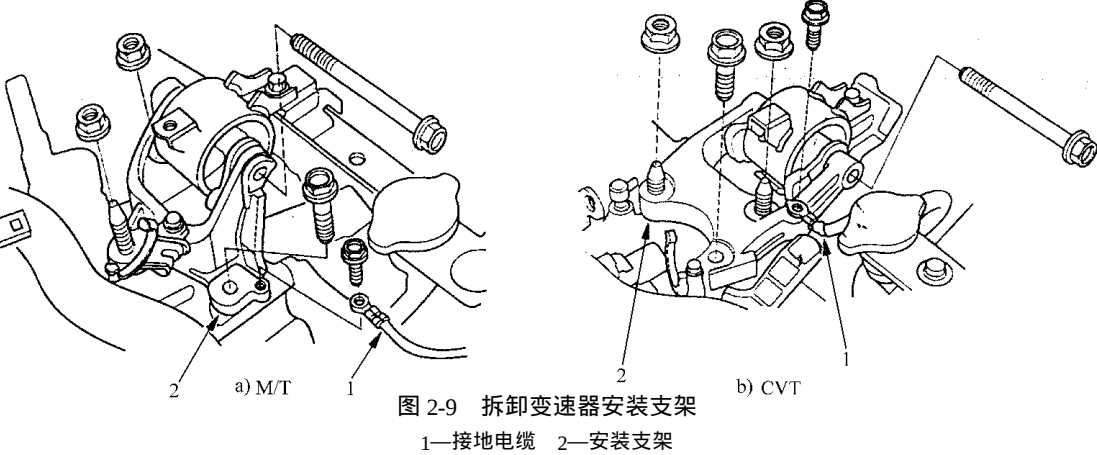

图 2-9 拆卸变速器安装支架
- 36) 如图 2-9 所示,拆下接地电缆,然后拆下变速器安装支架。